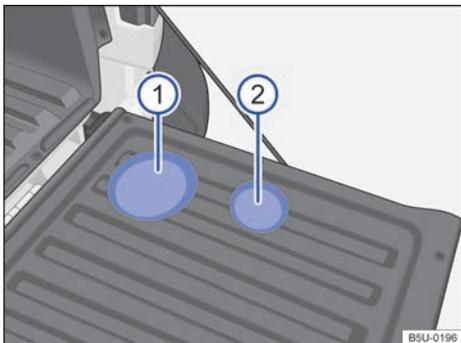

Fig. 99 En el revestimiento de la tapa del compartimento de carga: ① portabotellas y ② portabebidas.
Para utilizar los portabotellas → fig. 99 ① y los portabebidas ② abra la tapa del compartimento de carga.